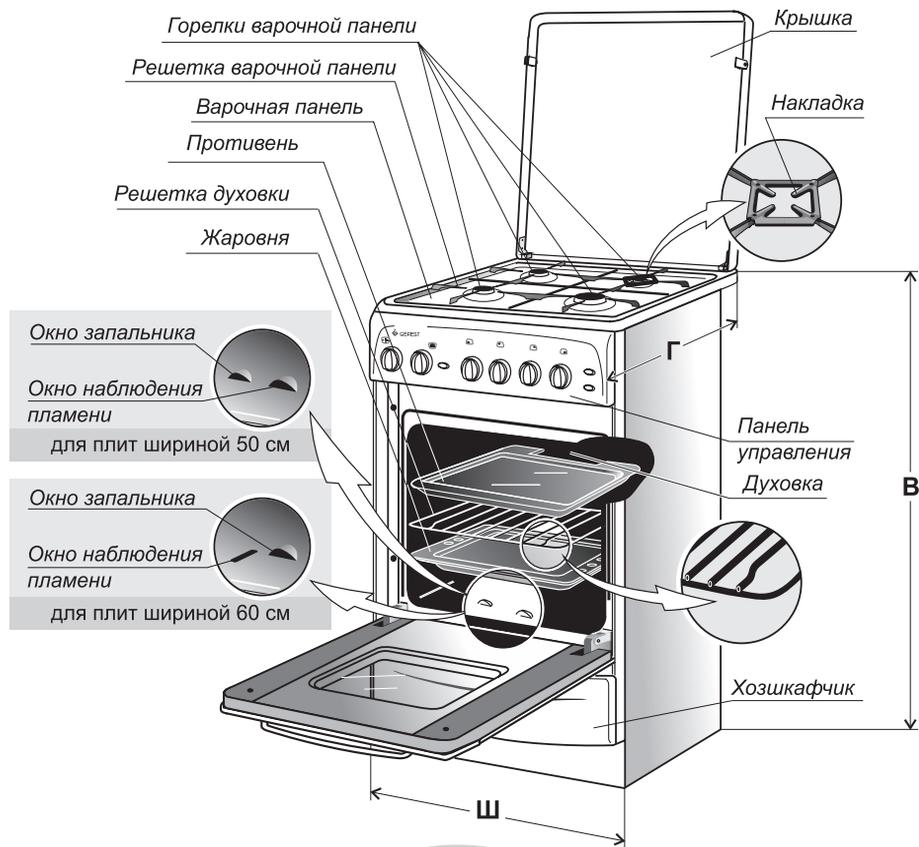

Рис.1
- (см. рис. 1) для плит мод. CG 50M02 - 500x530x850